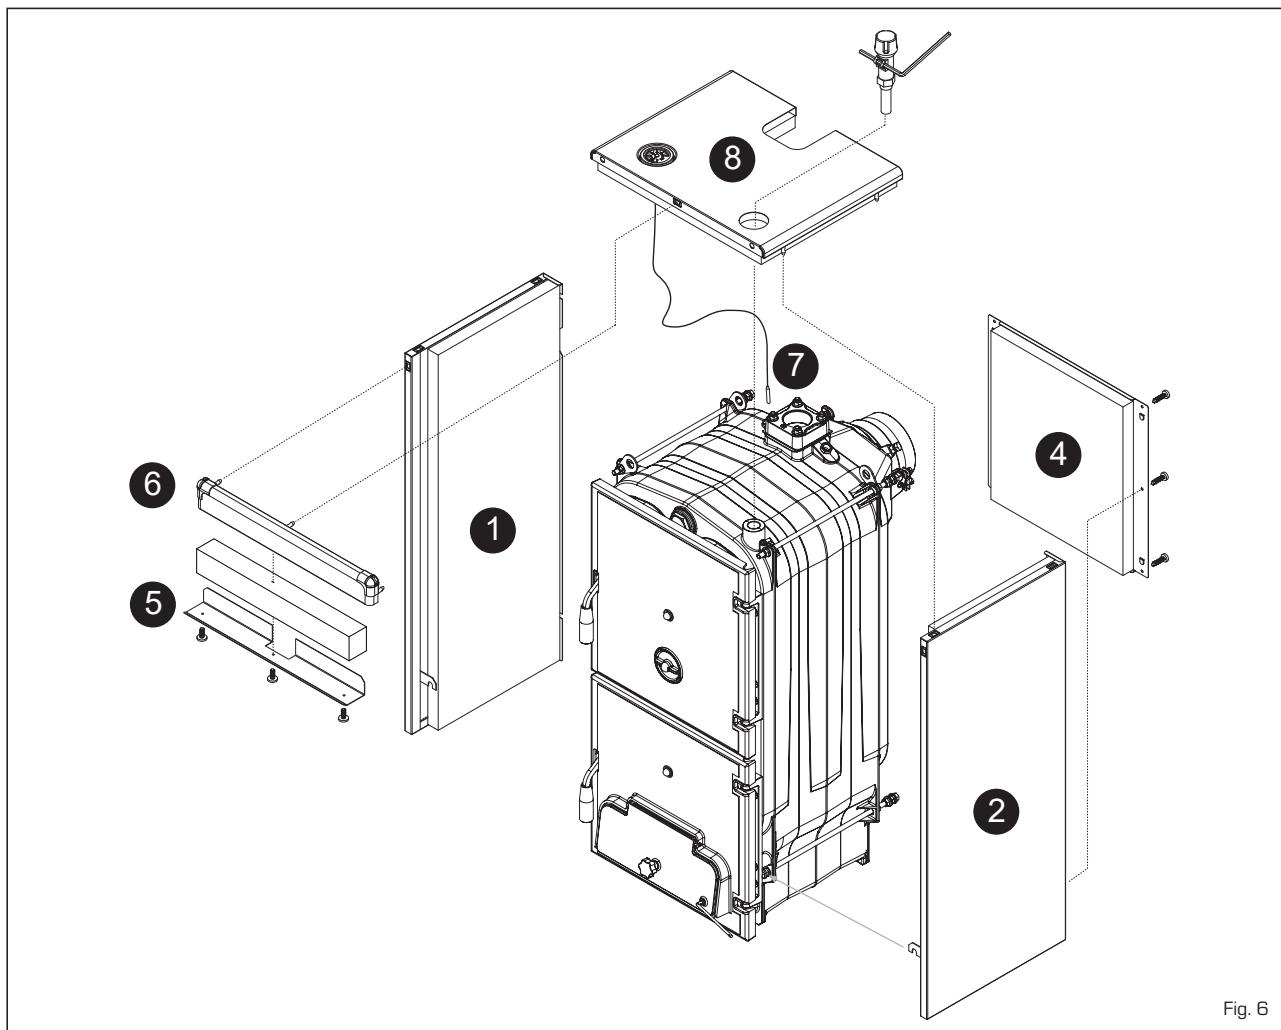

Fig. 6
- Togliere la vite M8 x 60 che fissa la serranda d'immissione aria alla porta del cenerario ed avvitare la vite con pomello in bachilite (1) fornita nella confezione. Porre all'estremità della vite M10 il dado cieco con calotta (2).
- Fissare la leva M6 (3) alla serranda dell'aria ponendola in orizzontale verso destra. La leva ha all'estremità un foro sul quale verrà poi collegata la catenella del regolatore termostatico.
4.5 MONTAGGIO MANTELLO [fig. 6]